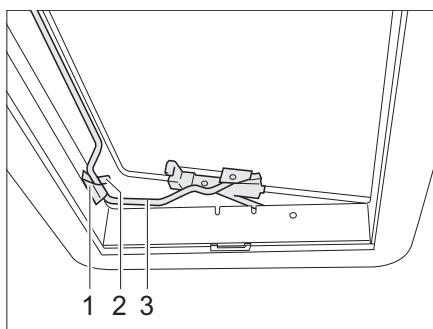

Fig. 50 Oblò Heki in posizione di ricircolo d'aria 2
- Inserire la staffa (Fig. 50,3) nel supporto (Fig. 50,1).
- Sistemare la leva (Fig. 50,2) sulla staffa.